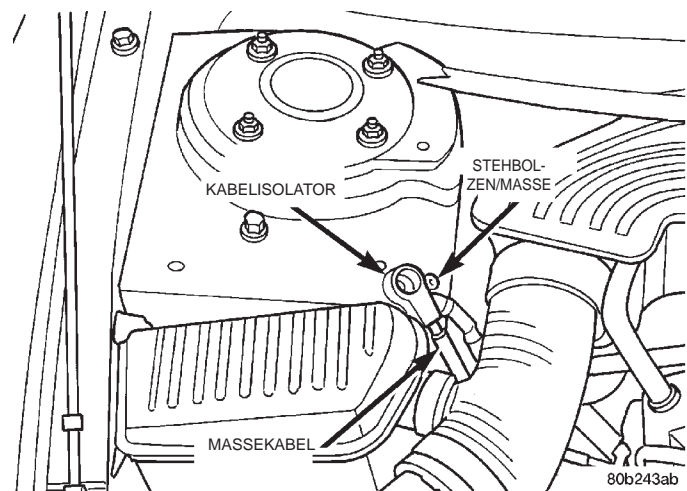

Abb. 61 Korrekt isoliertes Massekabel
(1) Das Massekabel vom Stehbolzen am Federbein-dom lösen. Dann das Massekabel korrekt vom Fahrzeug isolieren. Hierzu einen Isolator auf den Stehbolzen setzen (Abb. 61).